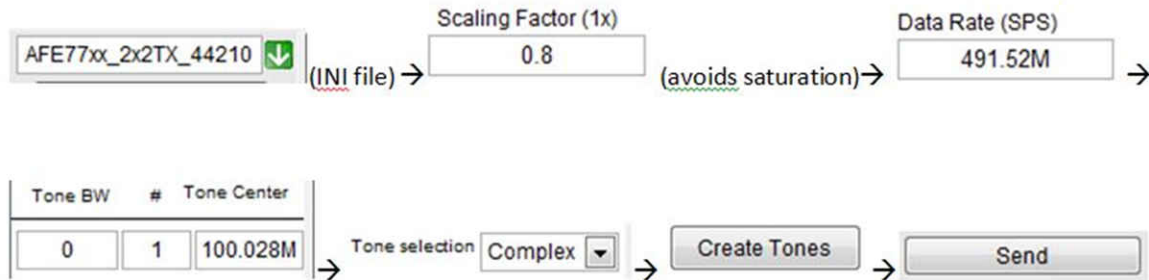

图 7-2. 设置正弦信号
2. 图 7-2 提供了创建和发送正弦信号的图形表示，后面是详细的步骤。